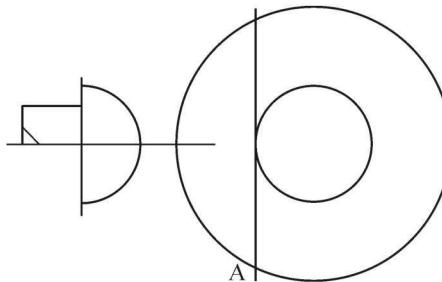

图 2-14
(8) 为了画 $R=50$ 圆，需要作辅助线，在 $(60, 0)$ 作铅垂线，长度为 70。
(9) 以右侧圆心 $(75, 0)$ 为圆心，选择圆心\_半径菜单，以 $R=35$ 绘制圆，与铅垂线相交，如图 2-14 所示。